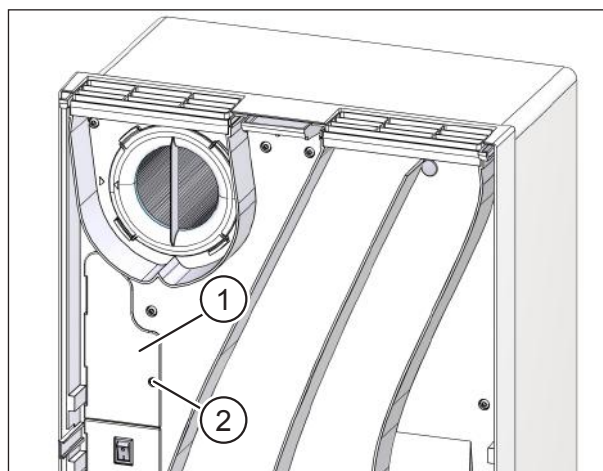

Рис. 42: закрепить крышку блока электроники
- ▶ Установите крышку блока электроники (поз. 1 на рис. 42) на вентиляционную установку.
- ▶ Закрепите крышку блока электроники Тогх-винтами (поз. 2 на рис. 42).